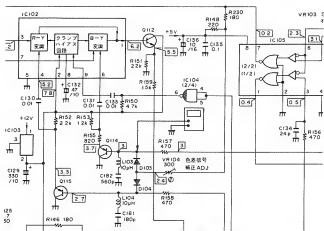

図9.2 色差信号補正部調整
1. 2現象オシロスコープを図9.2に示すように接続する。
4. VR104を調整し、B-Y信号のオーバーレイフラグの部分が白レベルと同じになるようにする写真9.1②参照。（IC105の7番ピンよりの出力でオーバーレイフラグの部分をも平坦にし白レベルと同じレベルにする）。